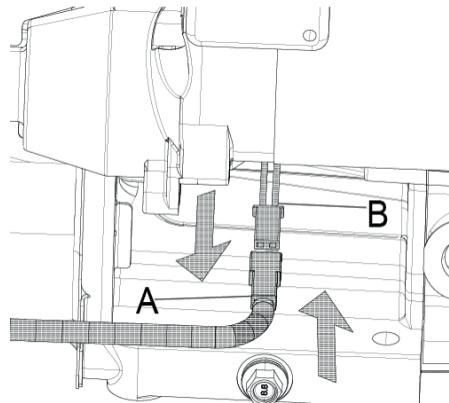
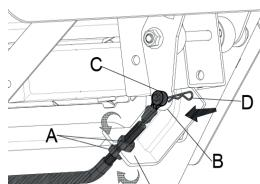
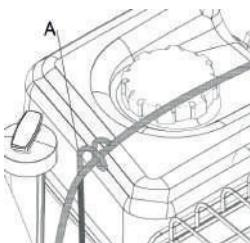

Рис. 8
Рис. 10
Рис. 11
ШАГ ПЯТЫЙ: подсоедините провода к двигателю (нет необходимости в изделии без подсветки). Подсоедините провода от панели к проводу, выходящему из двигателя (рис. 8).
- 2) Прежде чем вставить конец кабеля управления крышкой желоба (рис. 10) в нужное положение, открутите два винта А (рис. 10). Закрепите его на стержне (В, рис. 8) с помощью штифта В (Д, рис. 10), затем затяните два винта к основанию (Е, рис. 10), чтобы закрепить кабель. Прижмите кабель к направляющей (А, рис. 11) для крепления.